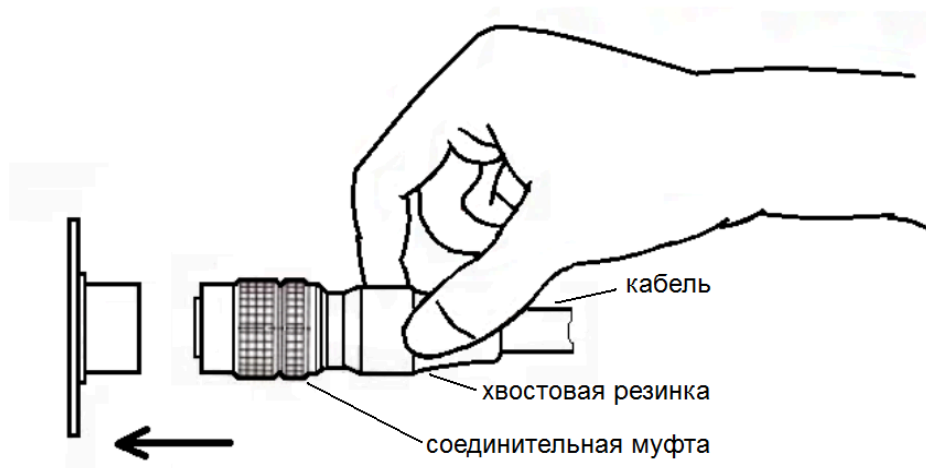

Рисунок 2.1
**Примечание** – Для подключения силовозбудителя к электронному блоку необходимо взять разъем за хвостовую резинку (рисунок 2.1) и, поворачивая вокруг оси, совместить направляющие вилки и гнезда. Поступательным движением по направлению к гнезду защелкнуть разъем.